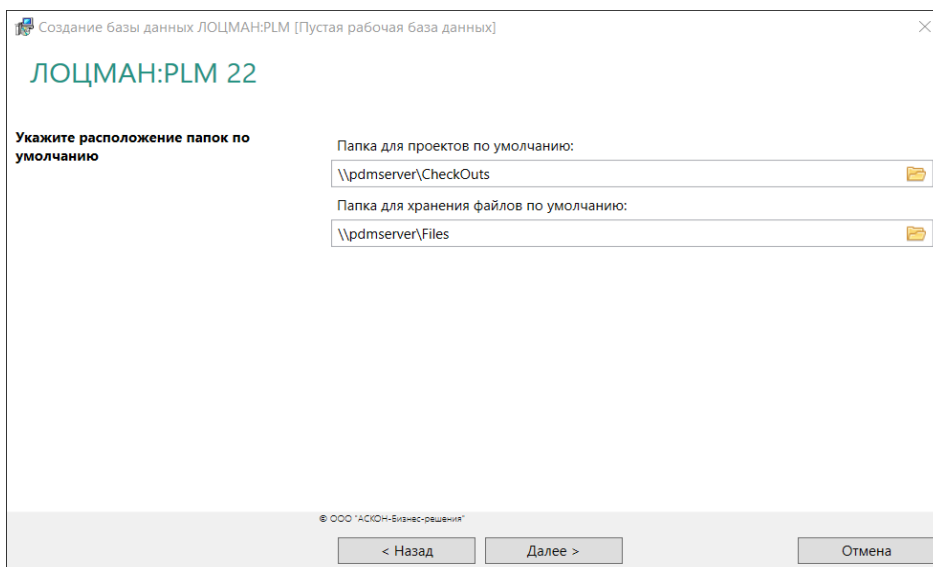

Рис. 3.11
1. Определите путь к папке для проектов (рис. 3.11).